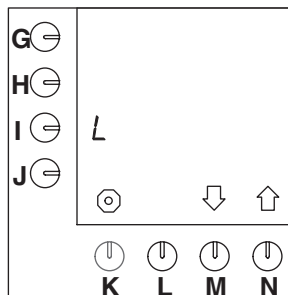

Fig. 32 Den standardindstillede enhed = L (liter)
- Det er standardindstillingen (fig. 32).